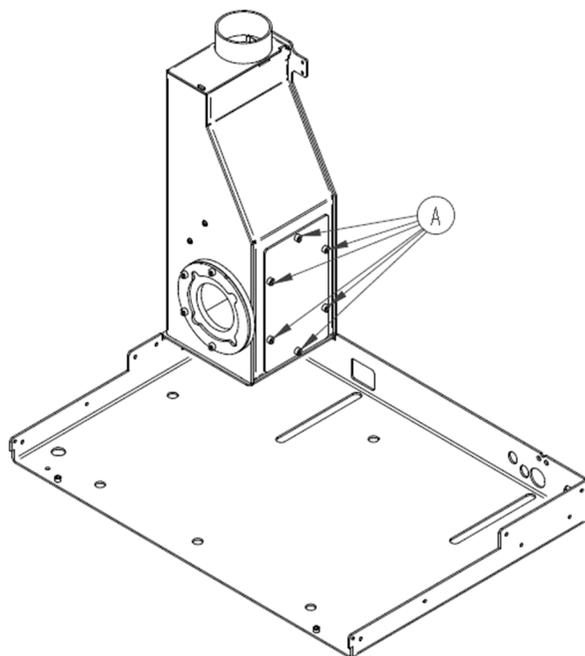

Figure 51 – Boîte à fumées
- Dans la partie fixe, à l'arrière gauche se trouve le raccordement de l'extracteur de fumées dans la base de la cheminée (Figure 51). La liaison se fait avec un joint d'étanchéité en silicone rouge ; vérifier si ce joint est en parfait état. Il ne doit pas avoir de fissure ni de coupure et doit conserver sa souplesse. S'il n'est pas en parfait état, il doit être remplacé (réf CO0510000750000 – Joint silicone rouge \varnothing 75x145mm).
- La boîte à fumée comporte sur le côté droit un couvercle fixé par six vis M6x12 DIN912 (Figure 51), il est nécessaire de démonter ce couvercle pour accéder à l'intérieur pour le nettoyage. Utiliser une clé Allen de 5.